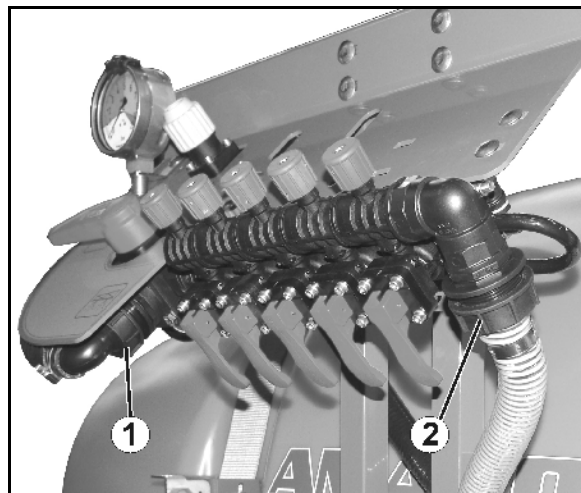

Fig. 125
1. Løsne overfallsmutterne for trykkavlastingsslangen (Fig. 125/1) og tilbakesløpet (2), og tapp ut restmengden.